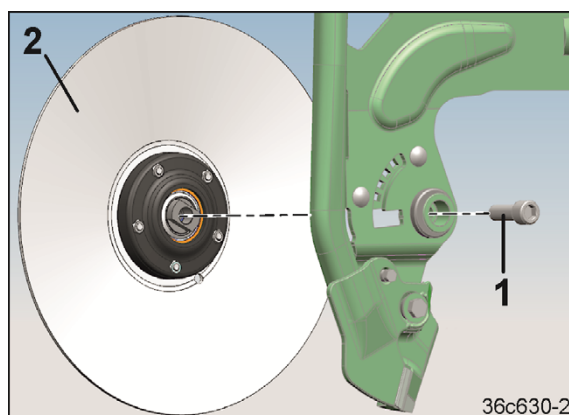

Fig. 253
2. Løsne sylinderskrue 16X 45 (Fig. 253/1)
3. Fjern labbskiven (Fig. 253/2).